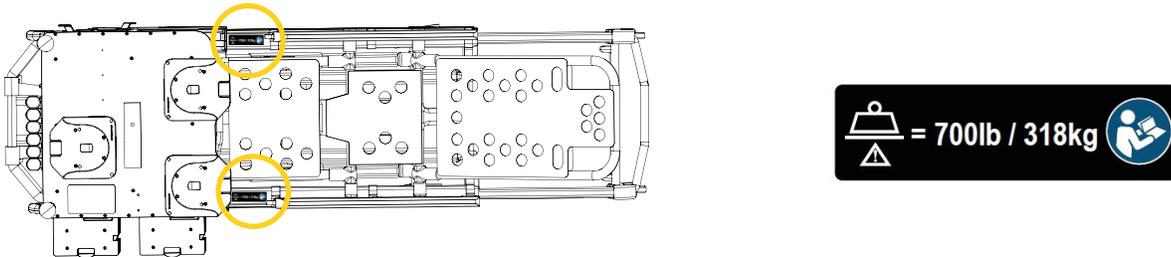

Figure 50: Étiquette de Charge Maximale d'Utilisation (CMU)
23. Placer une étiquette de Charge Maximale d'Utilisation (CMU) entre la structure mobile et le Système de rail XTPA-PPXT, des deux côtés de la civière (Figure 50).